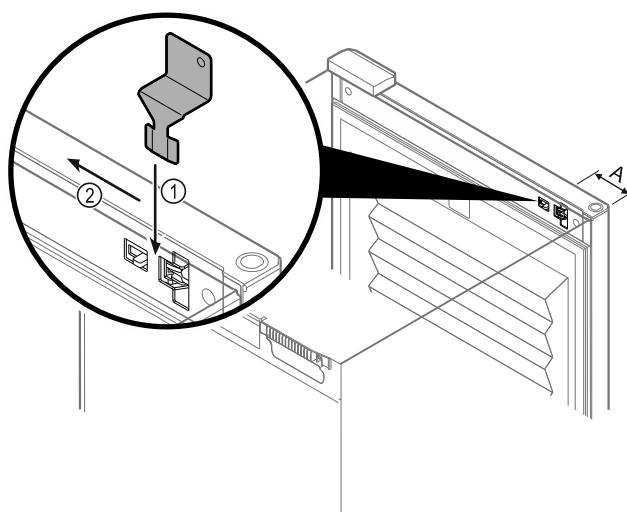

Fig. 133
- Postavite ključ za sigurnosno deblokiranje na odgovarajuće mjesto Fig. 133 (A) ≈ 100 mm.
- Ključ za sigurnosno deblokiranje Fig. 133 (1) utaknite između vrata i trupa uređaja odozgo do graničnika.
- Povucite ključ za sigurnosno deblokiranje u smjeru šarki. Fig. 133 (2)